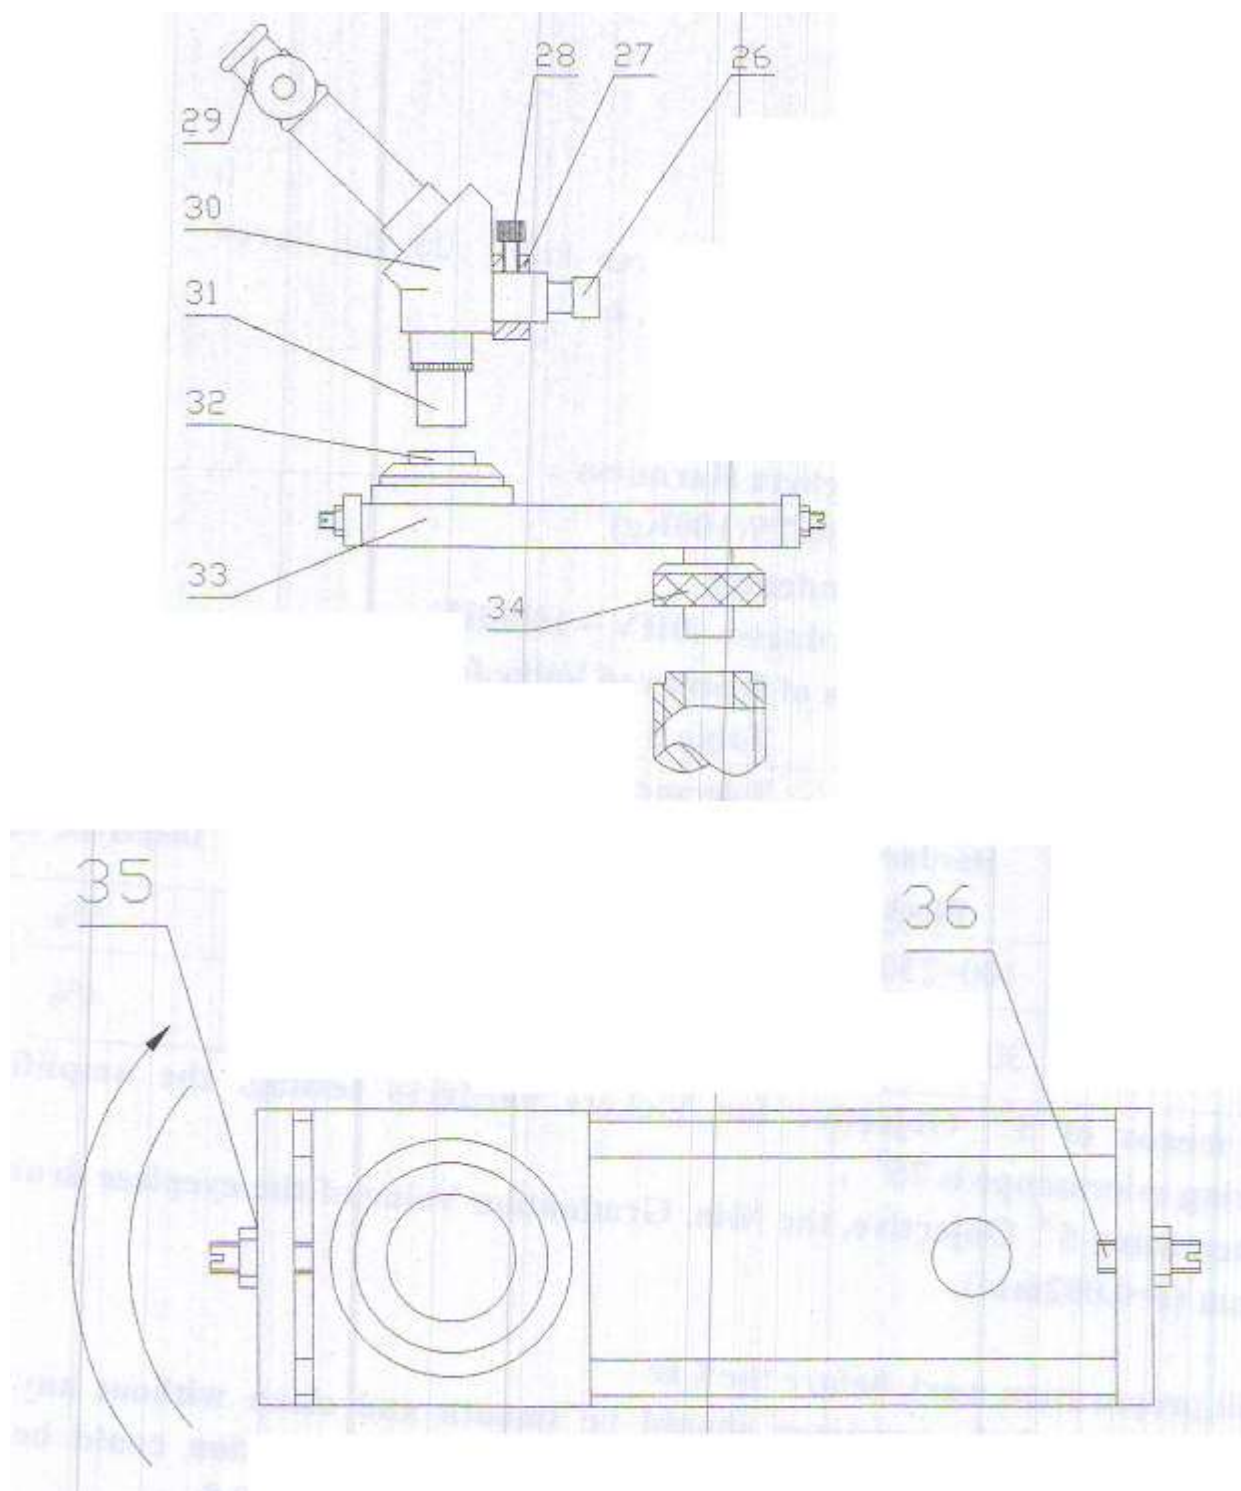

Рис.5
- 5.3.1 Возьмите комплект принадлежностей и распакуйте содержимое, протрите от масла. Подсоедините основание для контроля (33) с основным валом в соответствии со схемой (рис. 5), закрепите гайку (34).